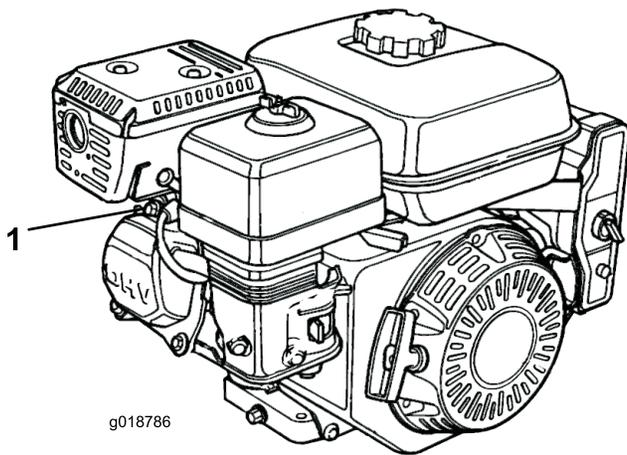

Figure 16
1. Débranchez le fil moulé de la bougie (Figure 16).